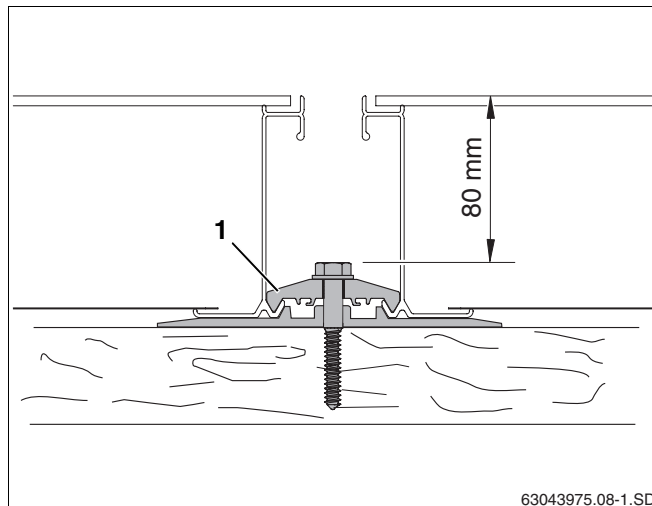

Fig. 28 Avvitamento del giunto di fissaggio
- Serrare la vite del giunto di fissaggio (fig. 28, **pos. 1**). Per far ciò, utilizzare una chiave a tubo SW 10 con una lunghezza di almeno 80 mm.